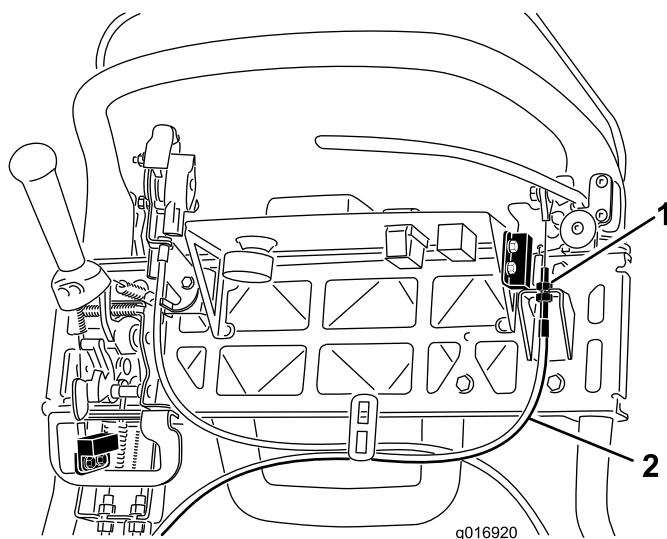

Figura 41
3. Para aumentar a tensão do cabo, desaperte a porca de bloqueio do cabo dianteiro e aperte a porca de bloqueio do cabo traseiro (Figura 41) até que seja obtida uma força de 156 N, de maneira a que se possa engatar o travão, é necessário para soltar o bloqueio do travão de estacionamento. Não ajuste demasiado ou poderá prender o travão de estacionamento.